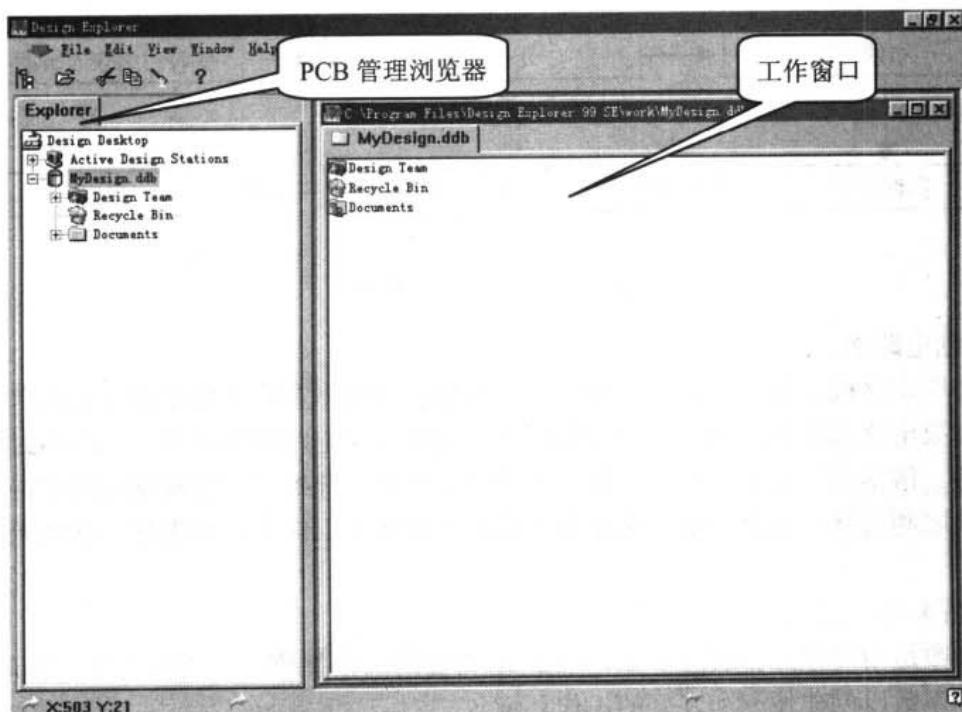

图 9-2 设计数据库文件示意图
(1) 打开或新建一个设计数据库文件，如图 9-2 所示。
如果在如图 9-2 所示的状态下执行菜单命令 File|New，则 PCB 文件被创建到设计数据库中。但是，一般总是将一个设计方案中所生成的各种文件都创建到同一个 Document 文件夹中，以便于管理和查找。拖动文件 PCB1.PCB 的图标可将其放入 Document 文件夹。